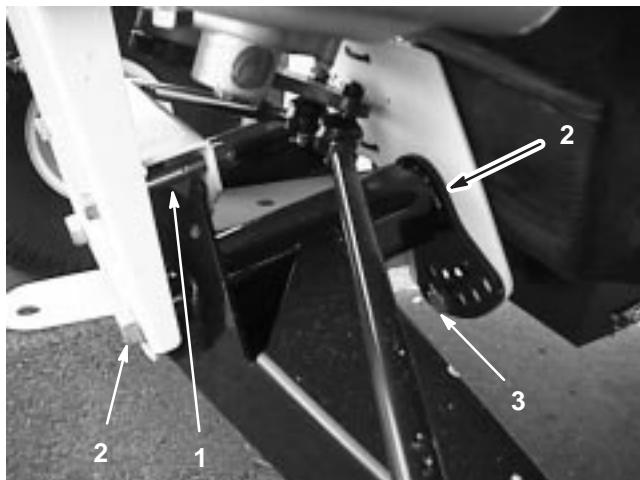

Figure 32
- Enlevez le boulon limiteur de course (Fig. 32).
- Desserrez les boulons de centrage dans le bras triangulé avant (Fig. 32).
- Retirez le boulon de réglage de hauteur de caisse (Fig. 32).
- Tournez le bras triangulé avant à la position voulue (voir la note ci-après), puis remettez en place le boulon de réglage de hauteur de caisse (Fig. 32).
- Remettez le boulon limiteur de course (Fig. 32).